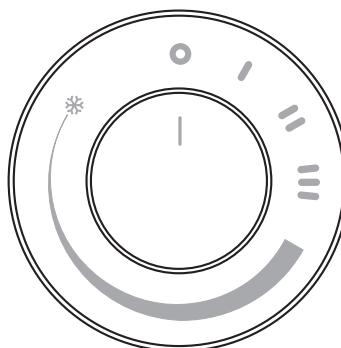

fig. 1
- Verifique que la referencia "I" del mando esté alineada con el símbolo "o" del panel de mandos (Fig. 1).